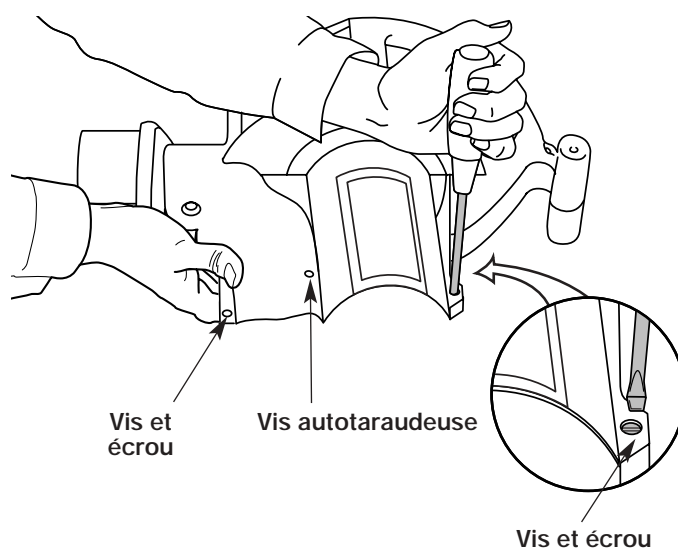

Fig. 2
5. Insérez les 2 (deux) vis à filets interrompus autotaraudeuses 8-16 x 3/4" Torx T20 restantes dans les trous des deux côtés du carter (Fig. 2). Vissez bien sans trop serrer.
2. Retirez les 2 (deux) vis et écrous qui retiennent le tube de souffleur/aspirateur sur le carter (Fig. 2).